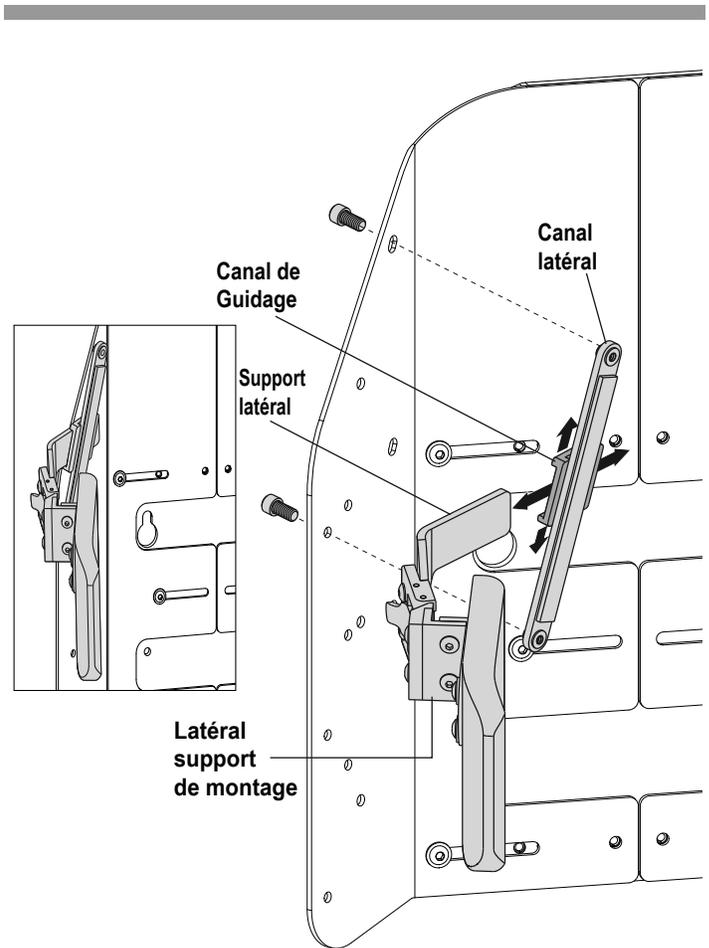

Figure 24. Latéraux avec système de siège HD
2. Faites glisser le latéral à travers le canal de guidage comme indiqué dans **la figure 24**.
3. Glisser le support latéral à la hauteur et largeur désirées. **Voir la figure 24.**
2. Glisser le support latéral à la hauteur et largeur désirées. **Voir la figure 24.**